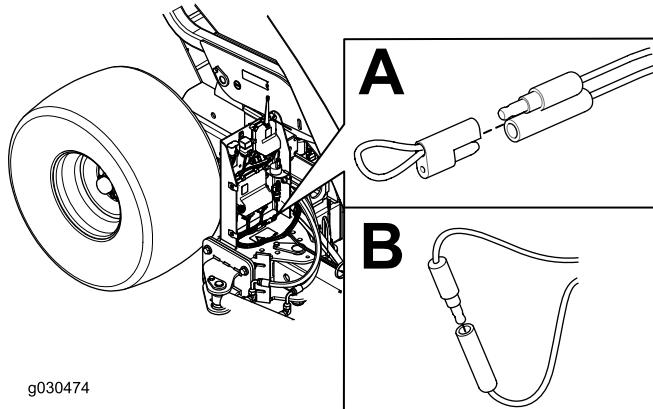

Bild 33
4. Ziehen Sie die unverlierbare Kappe von den zwei Diagnostik-Shuntsteckern ab (Bild 33, A).
5. Stecken Sie die Diagnostik-Shuntstecker zusammen (Bild 33, B).